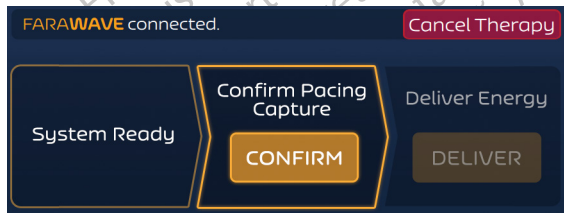

Figure 15. Écran Therapy (Thérapie) - Mode synchrone - État Confirm Pacing (Confirmer la stimulation)
4. Avec la stimulation activée et la capture confirmée, appuyez sur le bouton PREPARE (PRÉPARER) pour initialiser le générateur FARASTAR PFA. Une fois la préparation terminée, le bouton CONFIRM Pacing Capture (CONFIRMER la capture de la stimulation) sera activé (voir Figure 15).